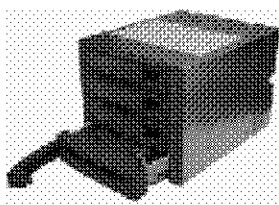
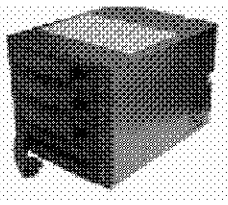
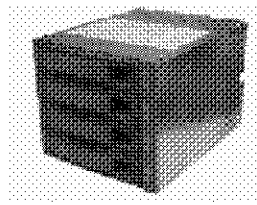

图 2-9
图 2-10
图 2-11
参考图 2-9、图 2-10、图 2-11, 插拔步骤如下:
①如图 2-9 所示把硬盘架放入主框体中, 一直向里推, 直到手柄的旋转轴末端进入到主框体中, 如图 2-10。
②向内按手柄, 使其以手柄旋转轴为轴心旋转, 直到听到“咯嗒”声响, 手柄完全扣入卡槽中。